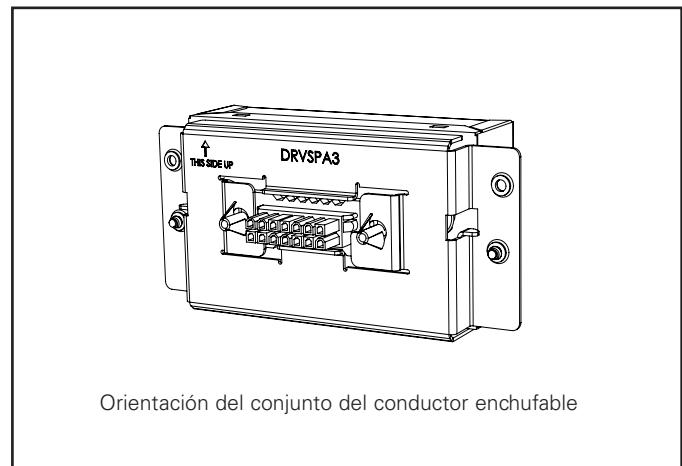

Figura 27
10. Introduzca el nuevo conjunto de la caja del controlador enchufable mientras se asegura de que la flecha INSTALE ESTE EXTREMO HACIA ARRIBA ("INSTALL THIS END UP") apunte hacia arriba (Figura. 27).